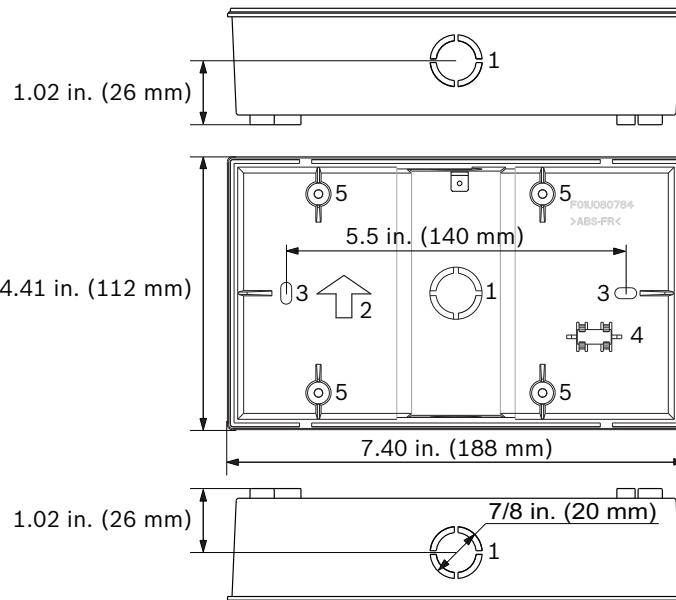

Figura 4.2 Caixa de base do Centro de Comando Remoto FMR-1000-RCMD
1. A caixa de base possui três orifícios com tampas removíveis para eletrodutos de 1/2 pol. de diâmetro, sendo um na parte traseira, um na parte inferior e um no topo (consulte a Figura 4.2, Item 1). Para obter um orifício perfeito, remova a sua tampa pelo lado interno da caixa.
2. Instale a caixa de base com a seta voltada para cima (consulte a Figura 4.2, Item 2).
3. Use a caixa de base como gabarito para marcar o local dos furos de instalação (consulte a Figura 4.2, Item 3). Prepare uma abertura na superfície de instalação para o cabeamento. Preposicione os parafusos. Não aperte os parafusos neste momento.
4. O nível de bolha integrado permite o nivelamento horizontal sem necessitar de ferramentas adicionais quando fixar a base (consulte a *Figura 4.2*, Item 4).
- Passe o cabeamento através de um dos orifícios na base do Centro de Comando (instalação em superfície) ou da caixa elétrica (instalação embutida). Consulte a *Figura 4.2 na Página 34* para a localização da entrada do fio na caixa de base.
- Para a instalação em superfície com caixa de base: Fixe a base. Utilize o nível de bolha para se certificar que a caixa de base está exatamente na horizontal. Consulte a *Figura 4.2 na Página 34*.